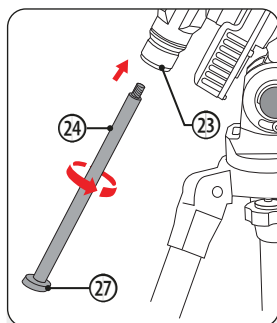

Fig. 11 : Visser la tige de contrepooids
1. Vissez la tige de contrepooids dans le filetage intérieur (23 a) du blocage DEC (23) (Fig. 11).